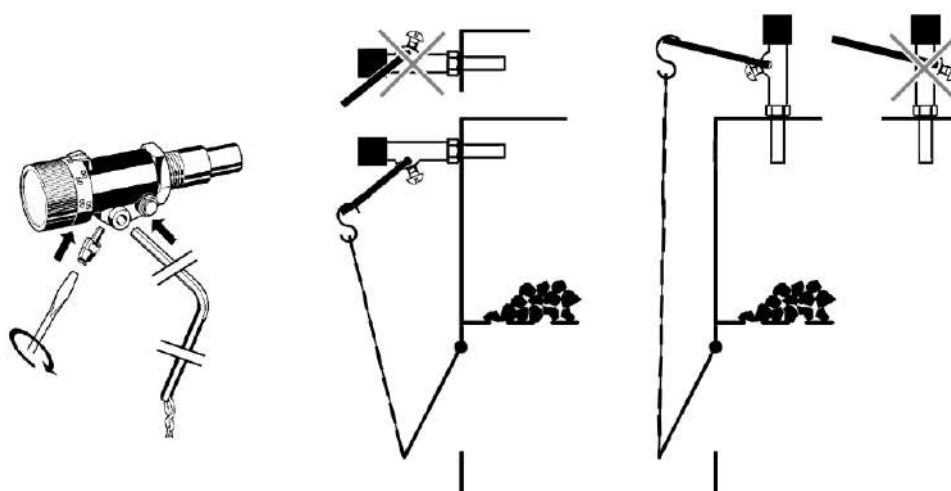

Рис. 2. Вертикальное и горизонтальное положение.
1. Вкрутить термостатический регулятор тяги в водяное пространство котла в вертикальном или горизонтальном положении (Рис. 2). Положение установки зависит от конструкции котла.
2. Установите рычаг регулятора, зафиксировав его во избежание выскальзывания, закрутив стопорный винт. Обратите внимание на правильную установку рычага (в соответствии с Рис. 2, стр. 7).